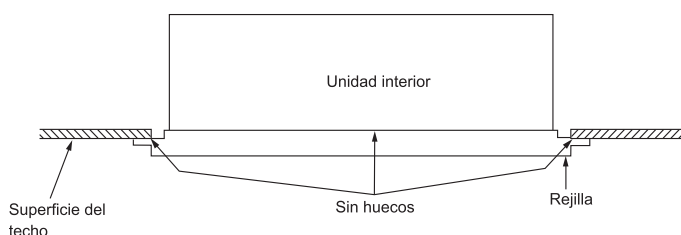

Fig. 6
8. Apriete los 4 tornillos de fijación (2) cerca de las esquinas que colocó en el paso 6.
**De lo contrario, podría escaparse aire por dicho hueco y provocar que gotee agua desde la unidad interior. (Fig. 6)**